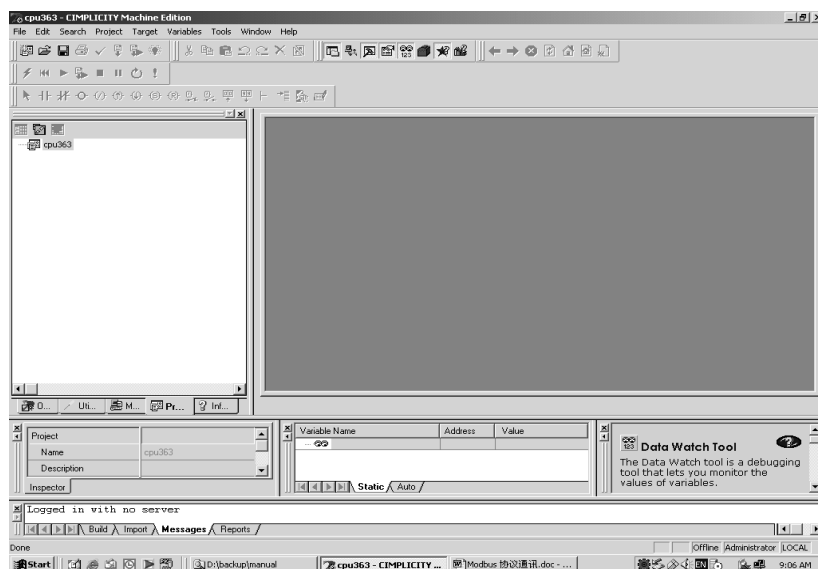

图 21
2. 在”Project Name”处起一个项目名，在该例子中为 CPU363。然后点击”OK”按钮，出现图 21 画面。